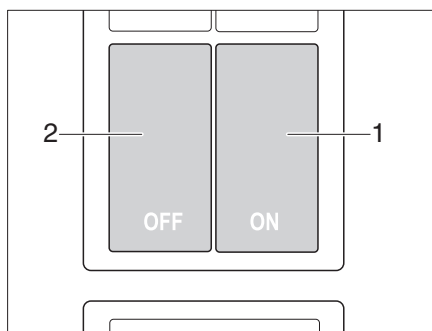

Fig. 16 Interruttore per la chiusura centralizzata del blocco cucina
Il blocco cucina è dotato di una chiusura centralizzata. Gli sportelli e i cassetti del blocco cucina possono essere bloccati e sbloccati manualmente con l'interruttore (Fig. 16).
- Premere l'interruttore (Fig. 16,2). Gli sportelli e i cassetti del blocco cucina sono bloccati.
- Premere l'interruttore (Fig. 16,1). Gli sportelli e i cassetti del blocco cucina sono sbloccati.